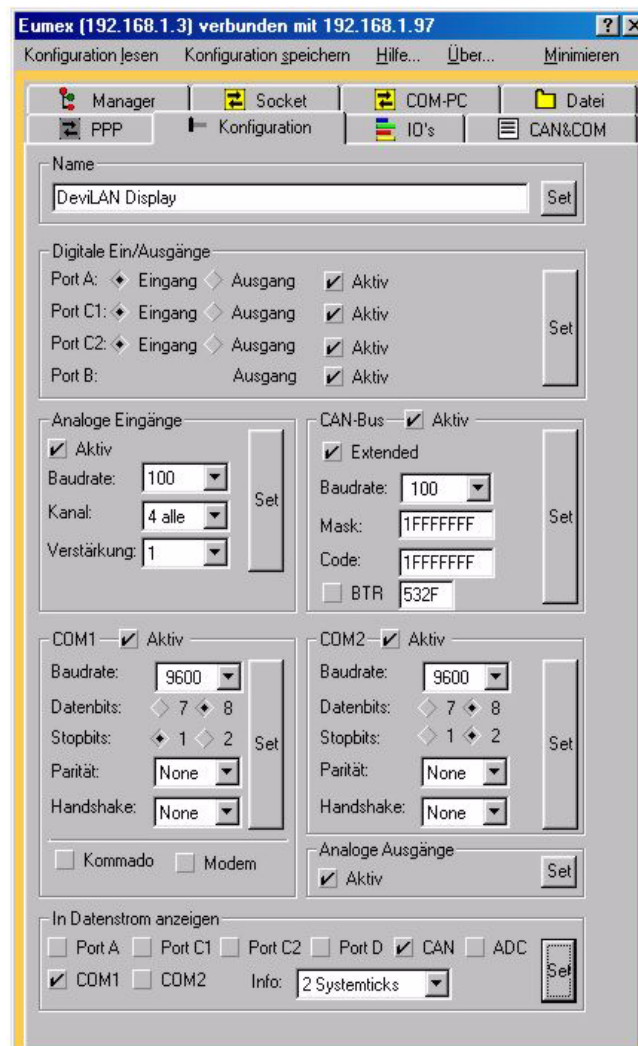

Abb. 5: Dialogbox Konfiguration
2. Konfiguration von COM1 (DeviLAN) als Kommando- und Modemschnittstelle (siehe auch Dialogbox *Konfiguration* Abb. 5)